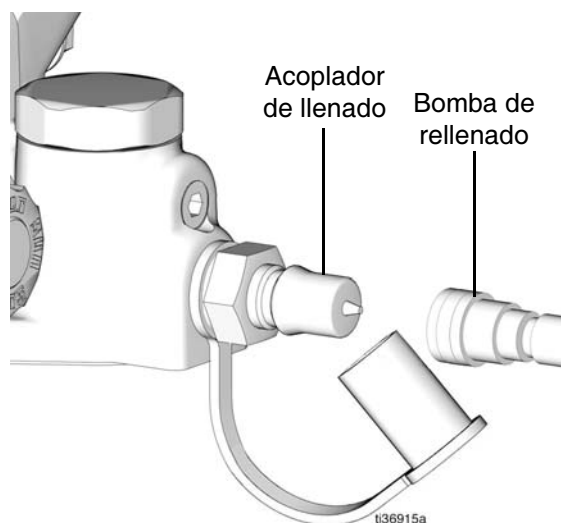

FIG. 2
1. Conecte la bomba de rellenado al acoplador de llenado (FIG. 2).